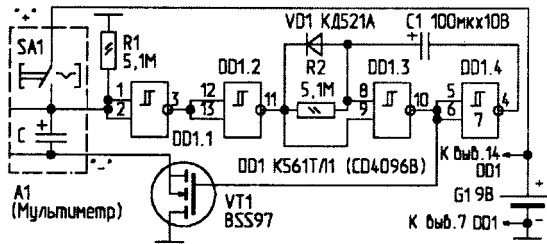

рис. 6
**Таймер к цифровому мультиметру** описан в статье **А.Пискунова** ("РЛ", 8/2000, стр.27). Таймер (рис.6) предназначен для автоматического выключения прибора после 10 мин работы. Его отличительная особенность – использование для сброса уже имеющегося в приборе выключателя SA1. При разомкнутых контактах SA1 на выходе 11 DD1.2 устанавливается низкий логический уровень (также и на выходе 4 DD1.4). Конденсатор C1 разряжен, транзистор VT1 открыт высоким уровнем с выхода 10 DD1.3, однако прибор A1 обесточен, пока не будет замкнут выключатель SA1. При замыкании контактов SA1 на выходе 11 устанавливается высокий уровень, C1 начинает медленно заряжаться через резистор R2. Когда напряжение на входе 8 DD1.3 достигнет порогового, на выходе 10 установится низкий уровень, и транзистор VT1 отключит прибор от источника питания.